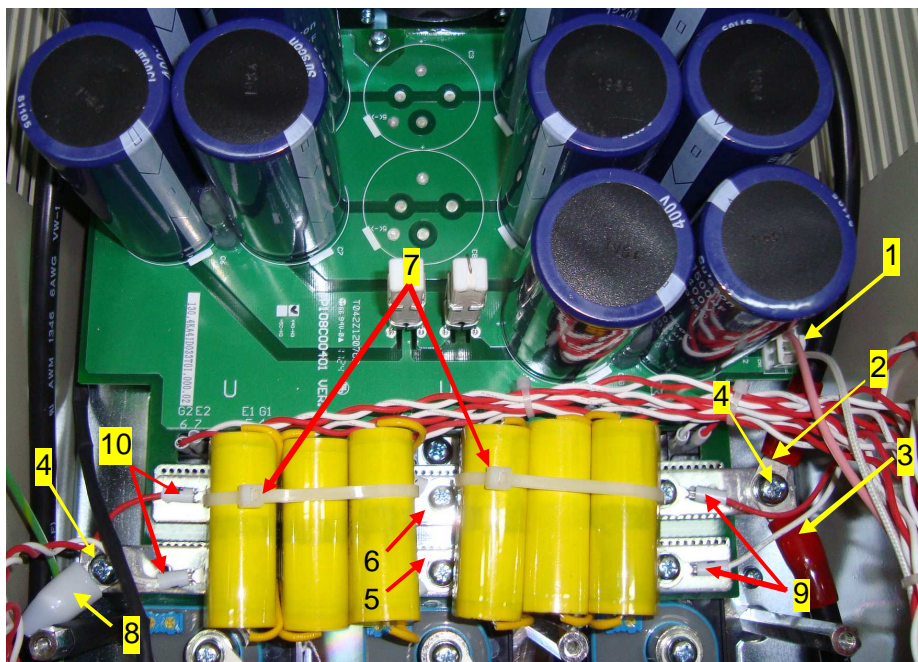

Рисунок 7.33
7.12.5. Закрепить наконечники конденсаторов и проводов 9 и 10 (с учетом полярности) на шинах 5 и 6 винтами 4 (рисунок 7.33).
7.12.6. Закрепить конденсаторы стяжками 7 к держателям стяжек на шине 6 (рисунок 7.33). Отрезать хвосты стяжек у замков.
7.12.7. Закрепить наконечники проводов 2 и 3 на шине 6 и наконечник провода 8 на шине 5 винтами 4 (рисунок 7.33).
7.12.8. Соединить розетку индикатора заряда (жгут «2») с вилкой CN1 на плате конденсаторов (рисунок 7.33).